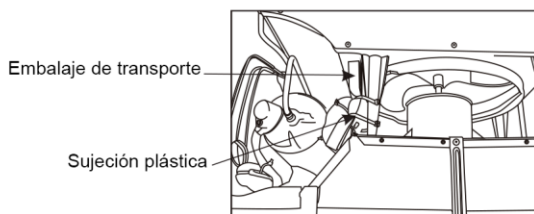

Fig.7
10. Es posible que la unidad se envíe con un embalaje interno. Este se debe retirar antes de instalar nuevamente el aparato de aire acondicionado en el gabinete (ver Fig. 7).